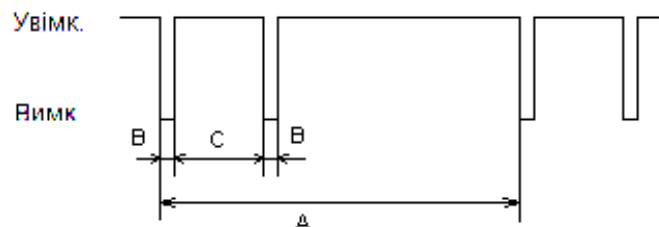

Рисунок 7 – мигання індикатора згасаннями
- мигає подвійними згасаннями з інтервалом $A = 1$ с; $B = 0,1$ с; $C = 0,3$ с (дивись рисунок 7).